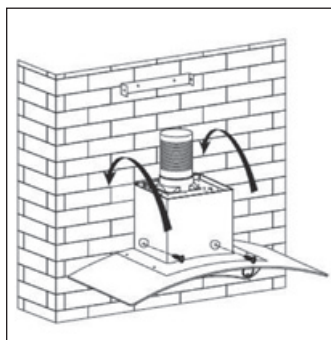

Рис. 9.4
6. Повесьте корпус вытяжки на установленную планку. Проверьте правильность установки и отметьте еще 2 отверстия внутри вытяжки (рис. 9.4).